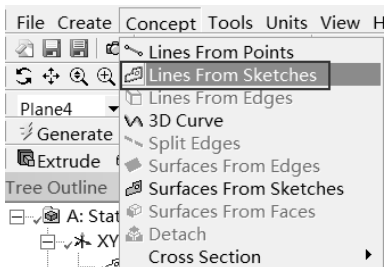
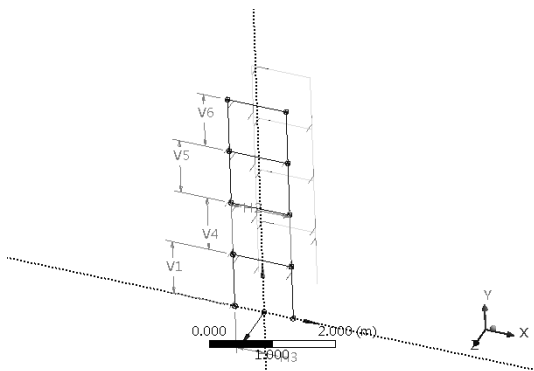

图 5-52 草绘转化
图 5-53 梁单元
Step17：单击 Modeling 按钮，选择绘制完成的 Sketch1 和 Sketch2，选择 Concept Lines From Sketches 命令，如图 5-52 所示，并单击 Generate 按钮，此时生成的图形如图 5-53 所示。